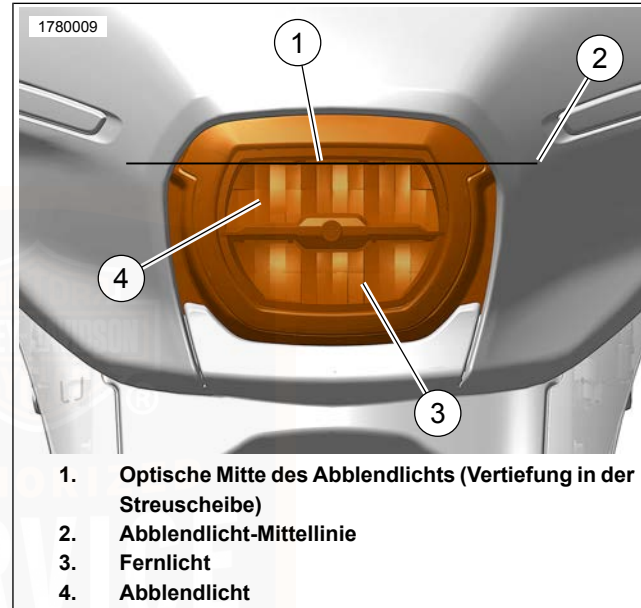

Abbildung 122. Scheinwerfer-Komponenten
Siehe Abbildung 122 . Bei LED-Scheinwerfern befindet sich das Abblendlicht hinter der oberen Streuscheibe (4).